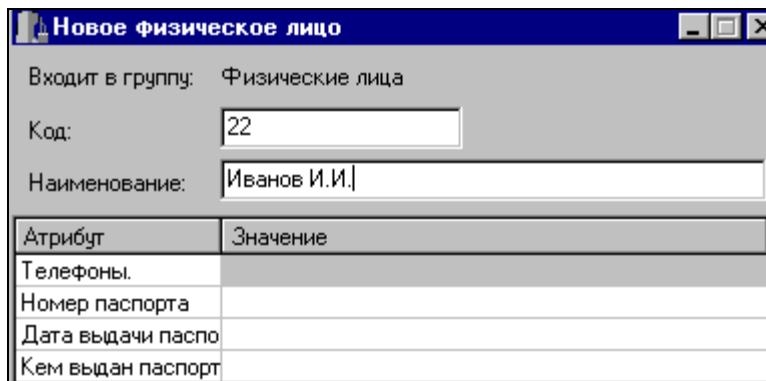

Рис. 94
- ✓ Заполните карточку добавления корреспондента Рис. 94: